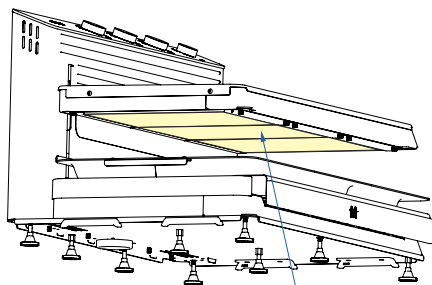

Рисунок 24
- В моделях MiiTi с 09 филаментами установлено 3 защитных стекла для филамента (см. Рисунок 24).